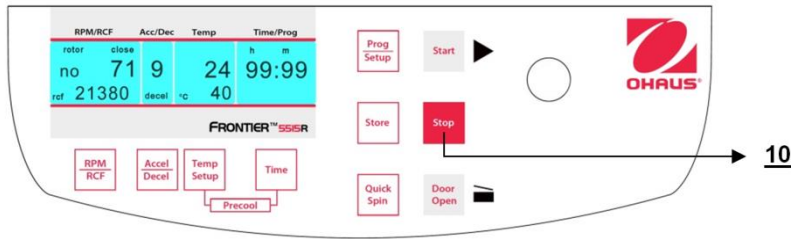

Figure. 27
Avec la touche "Stop" (10) (voir la figure 27), il est possible d'interrompre une centrifugation à tout moment. Après avoir appuyé sur la touche, la centrifugeuse décélère conformément à l'intensité présélectionnée jusqu'à son arrêt complet.